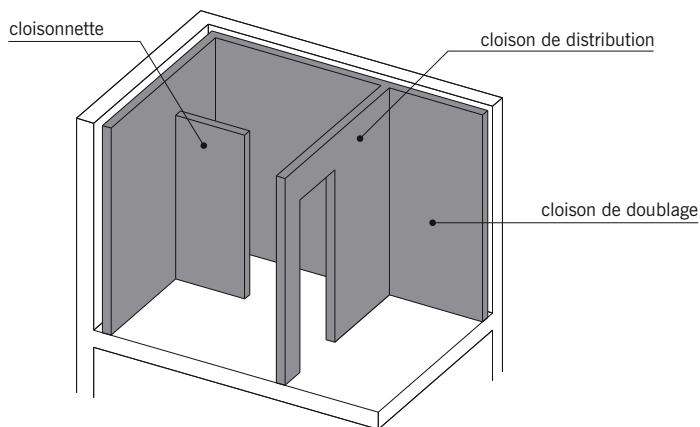

fig. 8.1
- La **cloison de distribution** qui sert à compartimer l'espace intérieur d'une construction. Elle sépare des pièces occupées par le même usager (fig. 8.1).
- La **cloison de doublage** appelée aussi **contre-cloison** ou **doublage** (fig. 8.1 et 8.2) : cloison intérieure bâtie devant un mur. L'intervalle d'une distance de 10 cm environ, ménagé entre le mur et la cloison est, le plus souvent, occupé par un isolant thermique (polystyrène, laine de verre...).
■ La **cloisonnette** (fig. 8.1) : cloison légère qui ne touche pas le plafond, d'une hauteur comprise entre 1 et 2 mètres. Elle est parfois appelée **bat-flanc** lorsque sa hauteur avoisine un mètre.